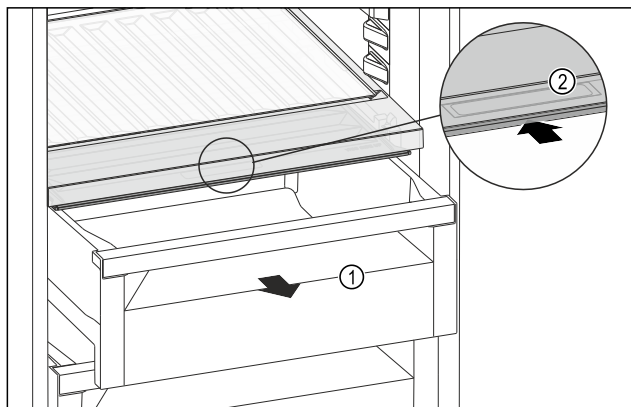

Fig. 181
- ▶ Zásuvku Fig. 181 (1) vytáhněte.
- ▶ Uchopte prohlubeň pro rukojeť Fig. 181 (2) na víku zásuvky a současně zasuňte víko zásuvky směrem dozadu.